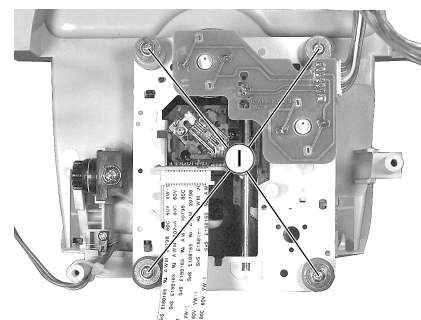

Fig. 8
- 4 Schrauben **I** (Fig. 8) herauserschrauben.
- Undo 4 screws **I** (Fig. 8).